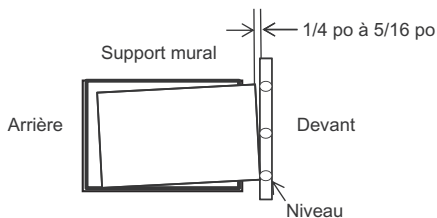

Fig. 1
- Lorsque l'installation est complétée, l'appareil de remplacement doit avoir une inclinaison vers l'arrière, comme à la Fig. 1.